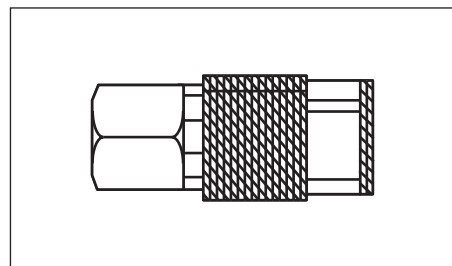

Figure 3 - Raccord Rapide
**RACCORD RAPIDE** — Un coupleur rapide conçu pour fonctionner en combinaison avec un bouchon rapide pour joindre facilement et rapidement un outil pneumatique en tuyau à air (voir *Figure 3*).